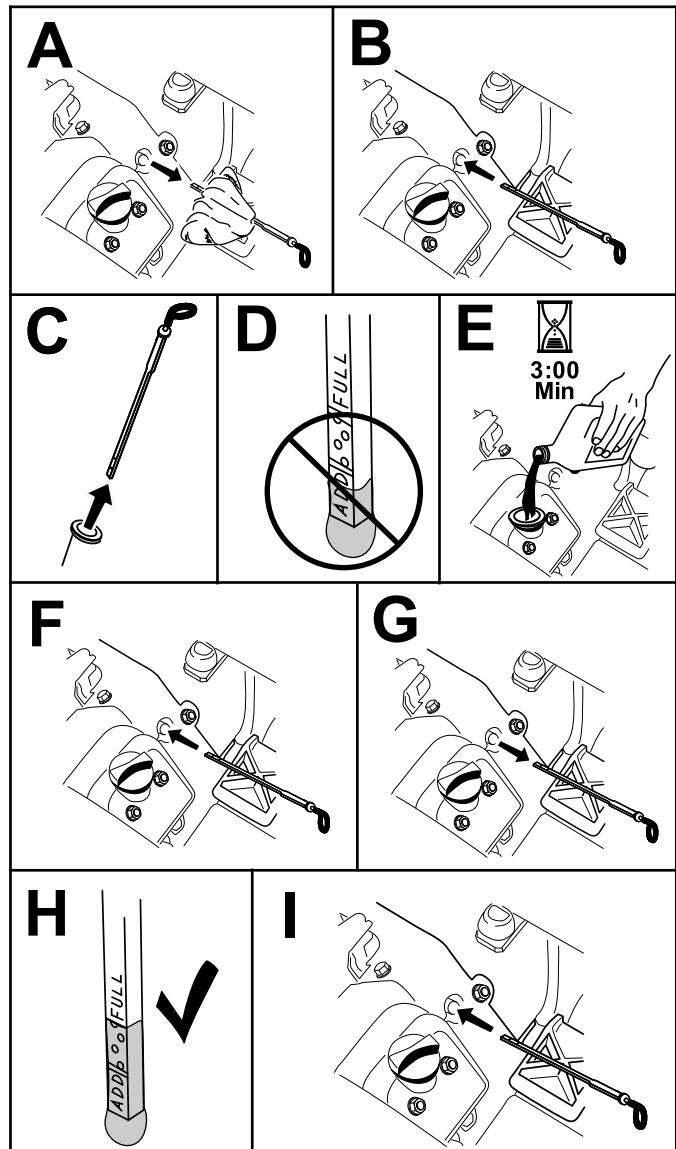

Bild 25
5. Stecken Sie den Peilstab in das Rohr und stellen Sie sicher, dass er vollständig eingeführt ist. Entfernen Sie den Peilstab und prüfen den Ölstand. Nehmen Sie bei einem niedrigen Ölstand den Fülldeckel von der Ventilabdeckung ab und gießen Sie genug der angegebenen Ölsorte in die Öffnung, bis der Ölstand die Vollmarke am Peilstab erreicht (**Bild 25**).